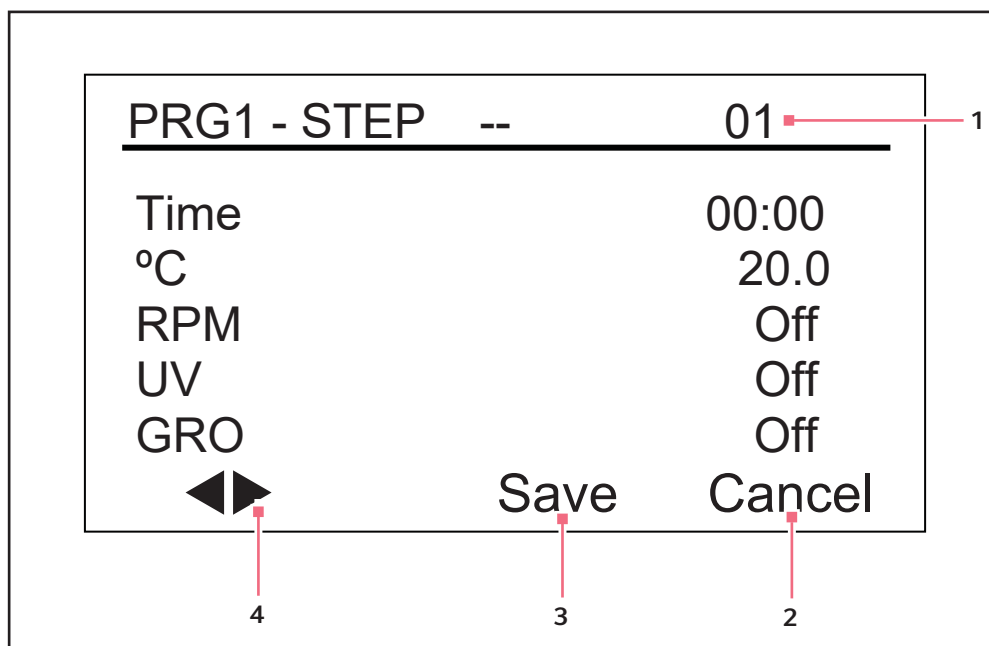

Fig. 9-11: Programa 1, Passo 1
2. Rode o botão até o campo indicar *New*. Clique no botão para selecionar este modo. Abre a tela para Programa 1 - Passo 1 (aqui Fig. 9-11 na pág. 62):
5. Rode o botão para realçar a configuração °C (20,0 na tela exemplo (aqui Fig. 9-11 na pág. 62)), depois pressione o botão. O campo pulsa.